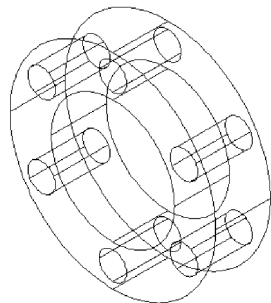

图 13-31 绘制的肋板
4) 单击【修改】选项板|【分解】按钮, 选择阵列的小圆, 按回车键, 将阵列的小圆分解。【实体编辑】选项板|【差集】按钮, 选中圆环, 按回车键, 依次选择六个小圆为剪切的实体, 按回车键, 如图 13-31 所示。